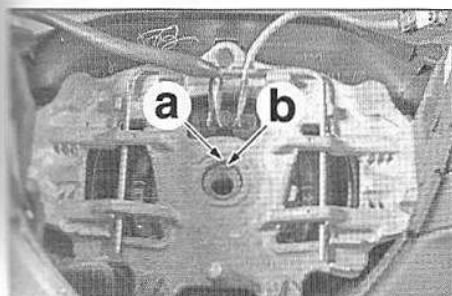

FIG.2
- Aligner le repère du volant (a) avec celui de la colonne de direction (b) (méplat) (Fig.2).
- Remplacer la vis (1).